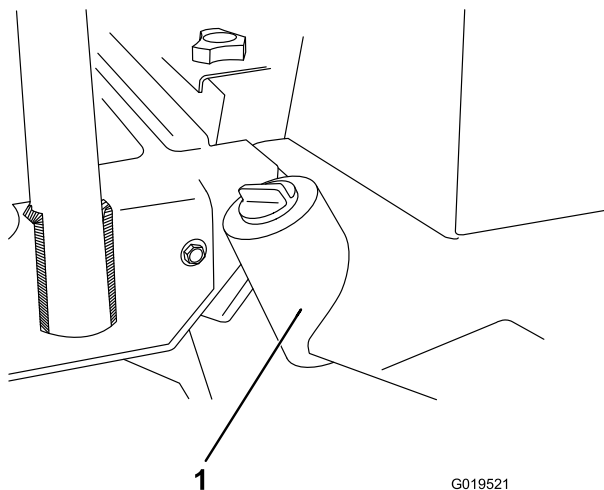

Figura 77
2. Retire o tampão de escoamento da parte de baixo do reservatório (Figura 77) e deixe o fluido hidráulico escorrer para um recipiente adequado. Volte a montar e aperte o tampão quando o fluido deixar de escorrer.